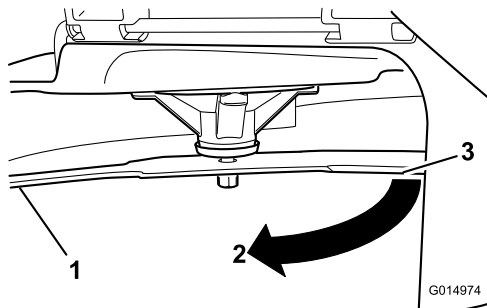

Figura 107
3. Segunda distancia medida entre cuchilla y superficie (B)
4. Gire la misma cuchilla 180 grados de manera que el otro extremo esté en la misma posición (**Figura 107**).